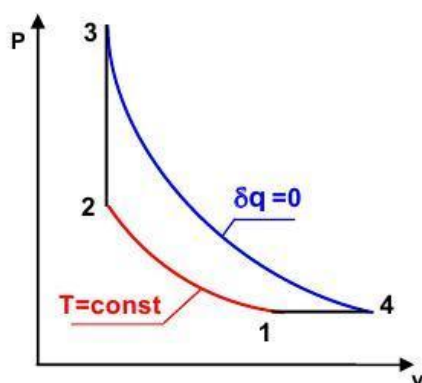

Рис. 3
13. Определить термический КПД и работу цикла, изображенного на рис. 3, если рабочее тело представляет многоатомный идеальный газ с  $\mu=29,7 \text{ кг/кмоль}$ , а параметры цикла в характерных точках заданы величинами:  $P_1=1 \text{ бар}$ ,  $t_1=27^\circ C$ ,  $V_4=0,5 \text{ м}^3$ ,  $V_1/V_2=2$ ,  $P_3/P_2=4$ . Сравнить термический КПД этого цикла с КПД цикла